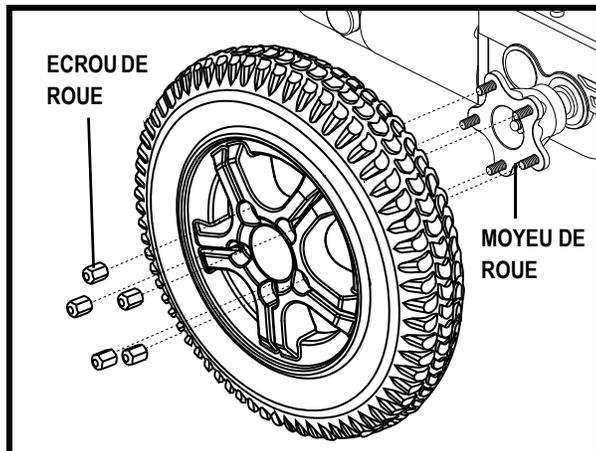

Figure 27. Roue motrice Fusion
4. Retirez les écrous de roue du moyeu.. **Voir la figure 27.**